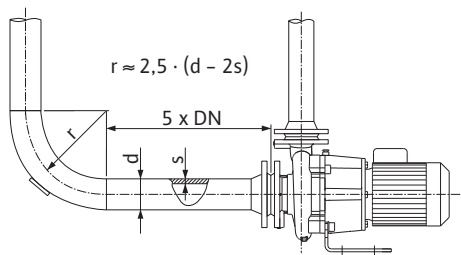
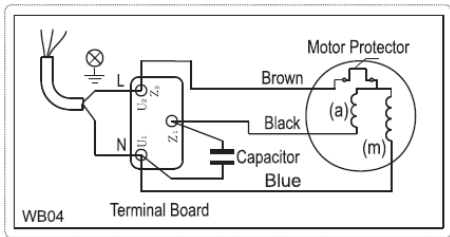

Fig. 4: A szivattyú előtti és utáni csillapítási szakasz
Fig. 5: Váltakozó áram csatlakozás
- A hálózati csatlakozás függ a motor P_2 teljesítményétől, a hálózati feszültségtől és az indítás típusától. A kapocsdobozban található összekötő hidak szükséges kapcsolását az alábbi táblázat, valamint a Fig. 4 és a Fig. 5 tartalmazza.